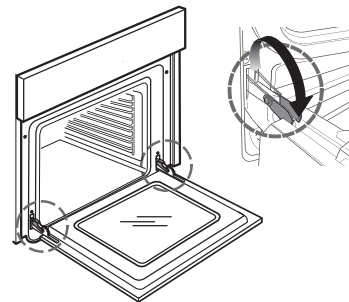

fig. 1
2. Levante los ganchos y empujuelos al máximo hacia delante (Fig. 1).